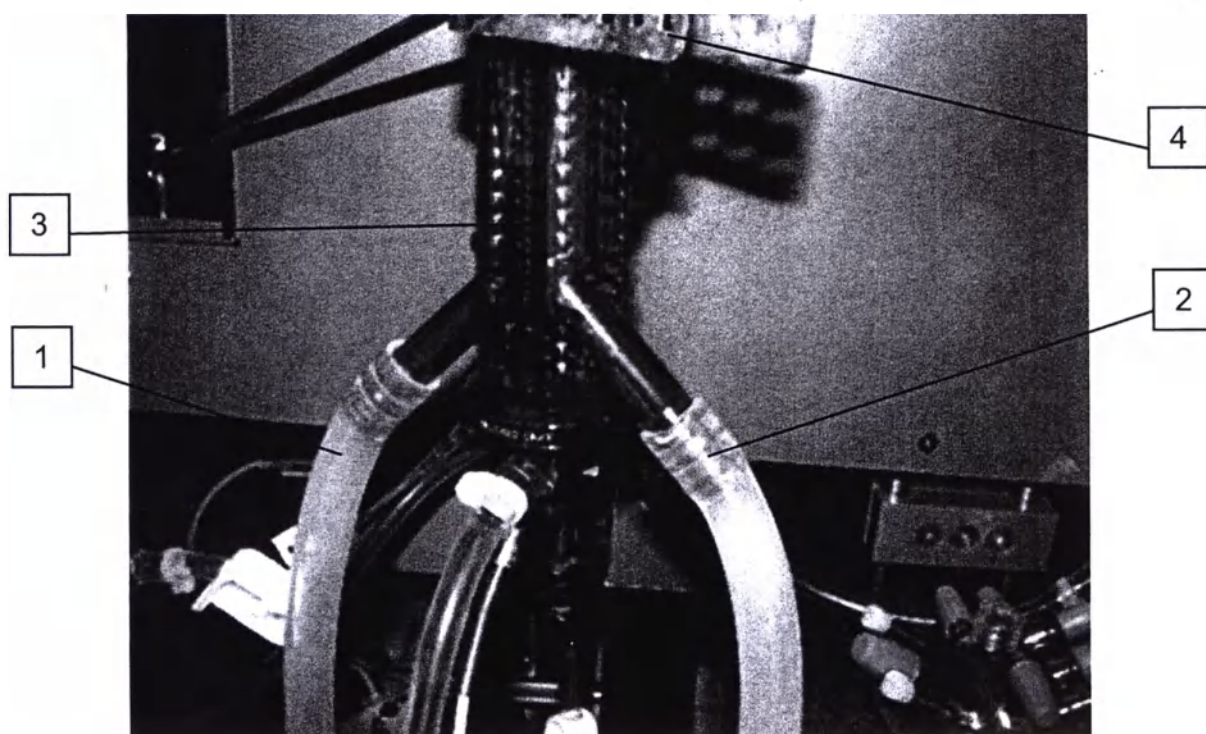
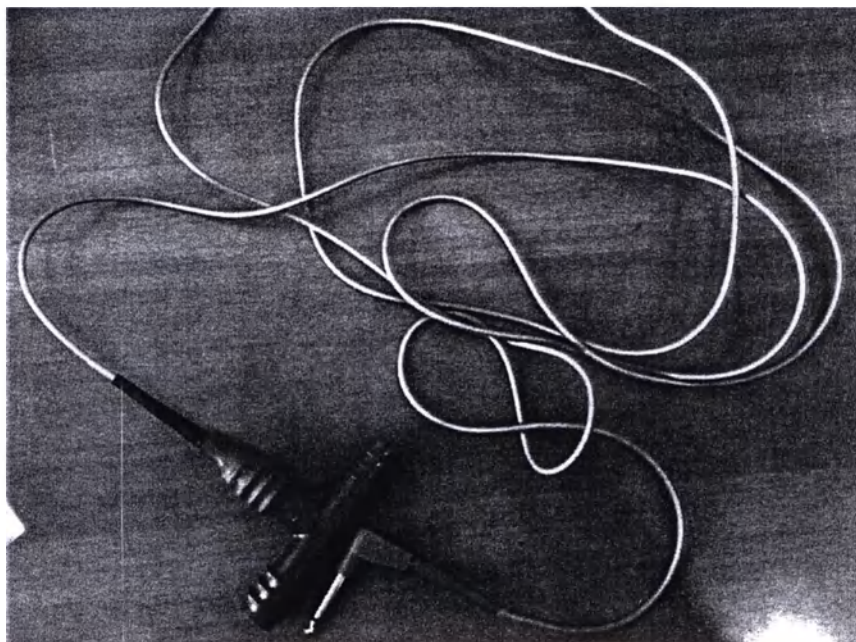
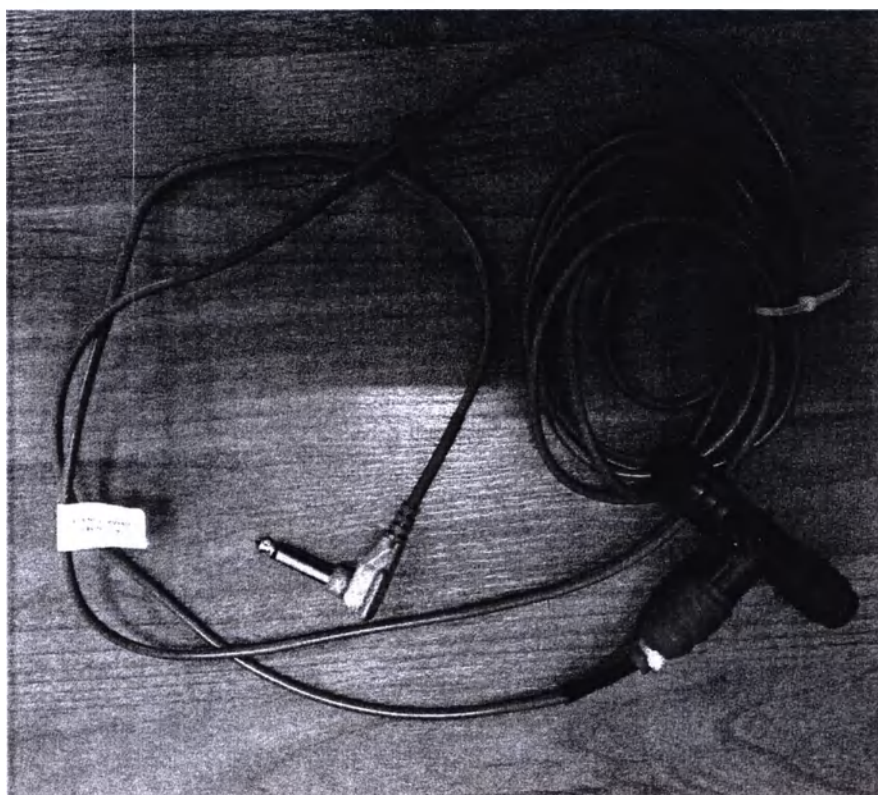

Рисунок 21 - Подключение трубок термостата к теплообменнику.
Рисунок 22 – Внешний вид температурного датчика (красный порт подключения датчика).
Рисунок 23 – Внешний вид температурного датчика (синий порт подключения датчика).
5) Поместите силиконовую трубку (5) из состава одноразового комплекта с изгибом на 180° в направляющей и поверните ротор (6) рукой так, чтобы трубка (5) вошла в зазор между роликами (7) и рабочей поверхностью. Поверните ротор (6) несколько раз и убедитесь, что трубка зажата по всей ширине. Установите на место зажим (3) и крышку (4) и, затягивая гайку с накаткой (2), осторожно потяните оба конца трубки от головки насоса. Это предварительное натяжение трубки на роликах гарантирует, что ролики будут всегда катиться посередине трубки, и, таким образом, достигается правильная подача и герметизация при остановке насоса.
6) Подключите трубки термостата (1) (с красным портом подключения температурного датчика, см. рисунок 22) и (2) (с синим портом подключения температурного датчика, см. рисунок 23) к теплообменнику Mistral (3) одноразового комплекта, предварительно закрепив его на держателе (4) расположенном на корпусе прибора (см. рисунок 21).
- 1) Заполните контур раствором предусмотренным ходом процедуры по проведению ВЛГХ используя трубку в верхней части теплообменника Mistral (см. рисунок 21, поз. 3). При этом вентиль в верхней части теплообменника должен иметь положение, показанное на рисунке 28.
г. Заполнить сосуд физиологическим раствором через трубку в верхней части теплообменника Mistral (см. рисунок 21, поз. 3) (присоединив к ней трубку от ёмкости с физиологическим раствором); первичный объём наполнения – 3 л. Затем ввести в раствор необходимые лекарственные компоненты через ту же трубку.